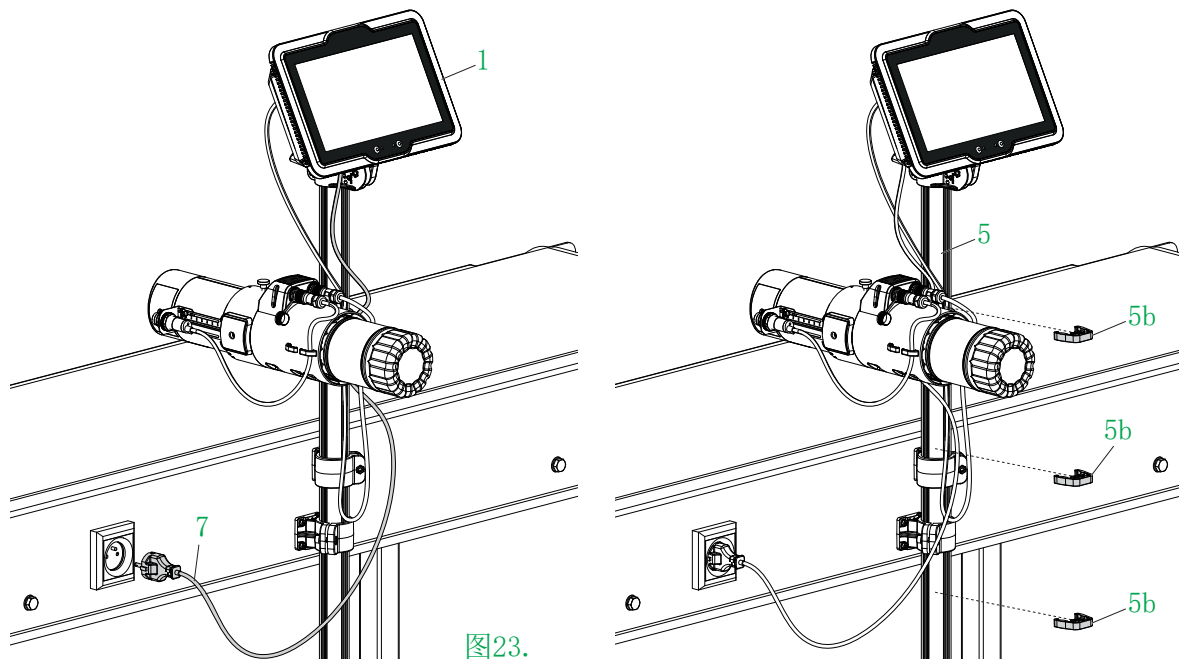
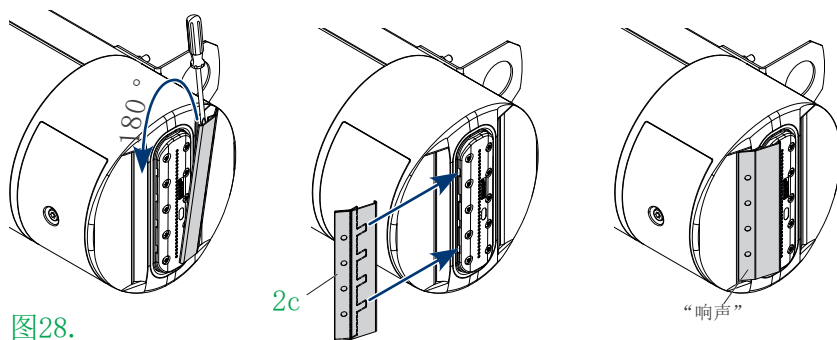

图23.
图28.
- 用电源线7连接控制器1和接有地线的插座（见图23页图28）。
滑片2c（见图28）保护喷嘴不受损坏。它有两种固定在集成喷头上的方法。因此，改变物件在喷头面前方移动的方向很容易。